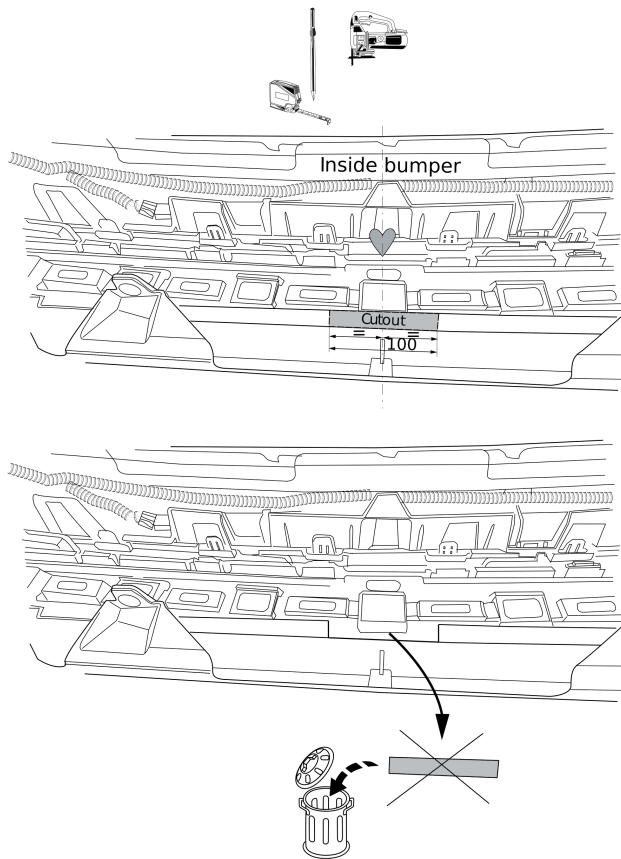

Fig. 4
8. Вырезать указанные части из внутренней арматуры бампера, как указано на рис. 4.